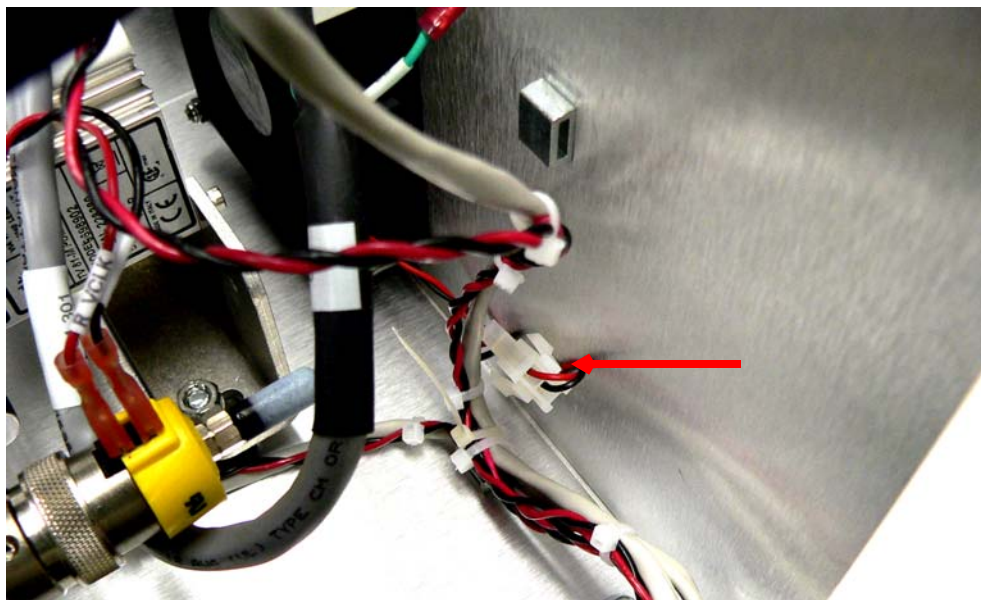

图 B-10 风扇接头
4. 断开白色风扇接头（图 B-10）。
8. 放入新风扇, 并重新安装四 (4) 套垫圈/螺母和垫片并拧紧前端安装螺丝。
9. 重新连接白色风扇接头 (第 B-8 “页图 B-10)。